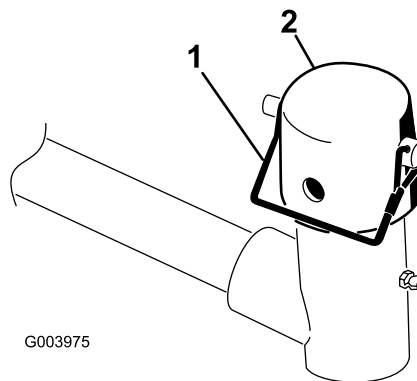

Figura 7
6. Retire o pino de sujeição da forquilha da articulação do braço de elevação. Em seguida, retire a tampa (Figura 7).
10. Prenda a tampa e o veio da estrutura de suporte à forquilha do braço de elevação com o pino de encaixe (Figura 7).